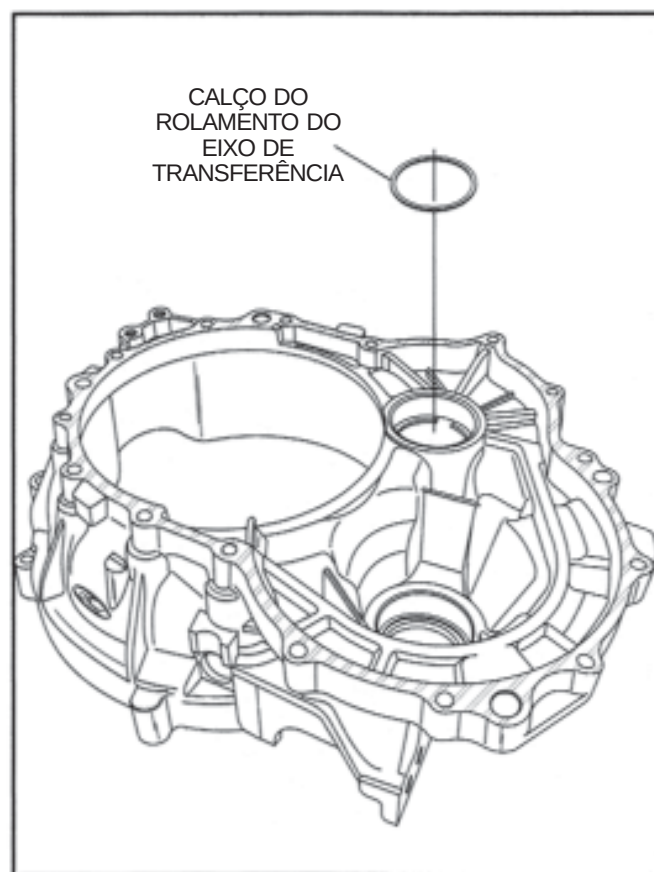

Figura 146
66. Instale dentro do alojamento do conversor o calço do rolamento do eixo de transferência, conforme ilustrado na Figura 146.